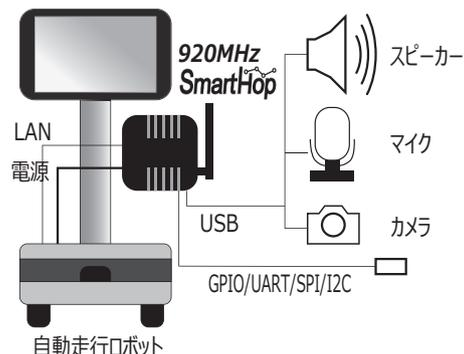

図3 ROMBOXハードウェアの構成
ROMBOXハードウェアの特長はROMBOX SDKの機能を備えるほかに、図3に示すように①ロボットの機能を拡張するためのI/Fを備えること、②セキュリティの高いロボットでは、ロボット本体のプラットフォームと最低限連携するための特例的I/Fを備えること、③Wi-Fi^{*7)}や携帯電話通信網 (5G/4G/LTE^{*8)}) 以外の無線通信による多重化で途切れない通信機能を備えることである。ユーザーの要求スペックに合わせて多彩な通信ポートを備えたシングルボードコンピューターやミニPCの市場の中から選定できる。特にOKIでは省電力無線通信を搭載した小型省電力コンピューター⁵⁾をパートナーベンダーと展開していて、長距離でも安定した通信を実現するソリューションを提供可能である。